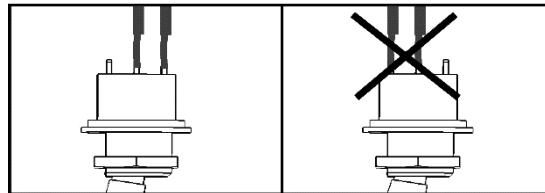

図6：ON/OFF/Pスイッチの方向
- スwitchのワイヤーが図6に示されているように正しい方向を向いている